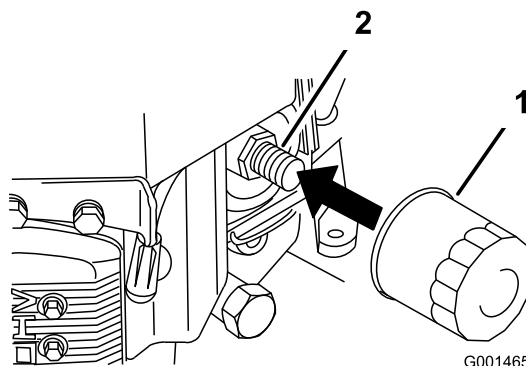

Figure 30
2. Retirez le filtre usagé (Figure 30).
3. Appliquez une fine couche d'huile neuve sur le joint en caoutchouc du filtre de rechange (Figure 30).
4. Posez le filtre à huile de rechange sur l'adaptateur, tournez le filtre dans le sens horaire jusqu'à ce que le joint en caoutchouc touche l'adaptateur, puis serrez le filtre de 3/4 de tour supplémentaire (Figure 30).